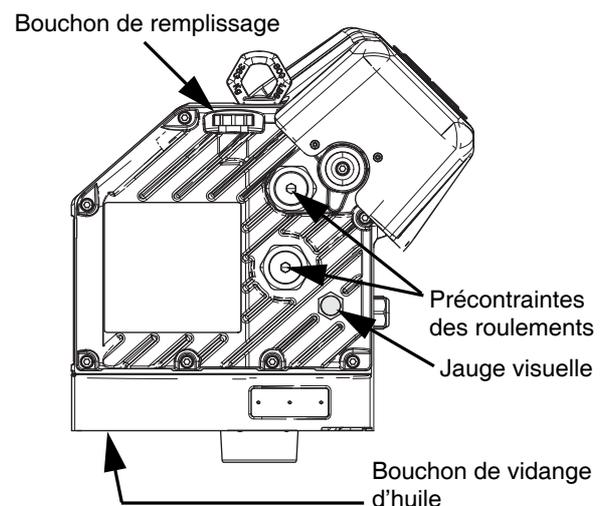

FIG. 14: Jauge visuelle et bouchon de remplissage d'huile
3. Retirer le bouchon de vidange d'huile. Voir la FIG. 14 pour obtenir l'emplacement du bouchon de vidange. Vidanger toute l'huile du moteur.
Voir la FIG. 14 ci-dessous. Vérifier régulièrement le niveau d'huile dans la jauge visuelle. Le niveau d'huile doit se trouver près de la moitié de la jauge visuelle lorsque le moteur ne tourne pas. Si le niveau d'huile est bas, ouvrir le bouchon de remplissage et ajouter de l'huile d'engrenage EP sans silicone ISO 220 Graco réf. 16W645.